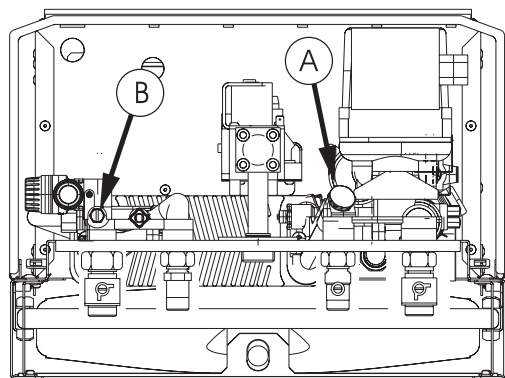

Fig. 30
- ▶ Desapertar o tampão (Fig. 30, Pos. A)
- ▶ Desaparafusar o parafuso de purga (Fig. 30, Pos. B).